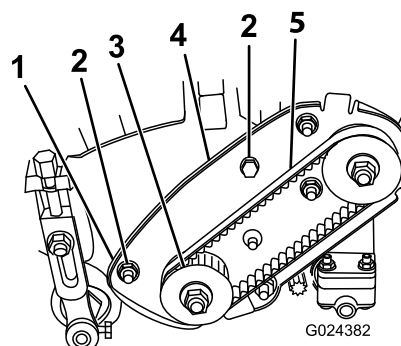

Figura 1
6. Desaperte e remova as porcas de bloqueio, parafusos e anilhas de bloqueio que prendem o conjunto da placa de transmissão do cilindro do lado esquerdo da unidade de corte (Figura 1). Remova o conjunto da placa lateral da unidade de corte. Remova o espaçador (se equipado) por trás da placa de transmissão de cilindro.